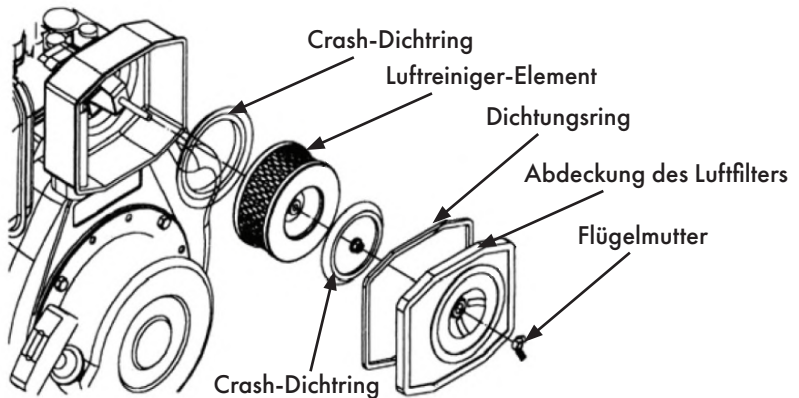

Abbildung 17
- Nehmen Sie den Luftfilter aus dem Luftfiltergehäuse, Abb. 17.